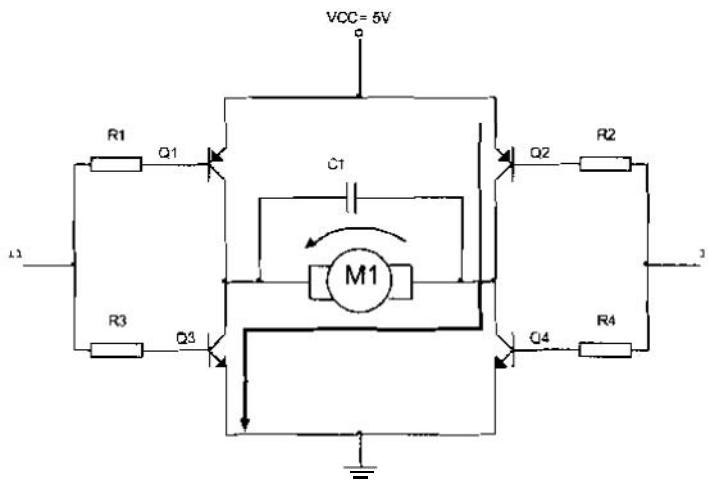

Figura 29-2 Funcionamiento con  $I_1$  a nivel alto e  $I_2$  a nivel bajo
- Cuando el transistor Q2 se enciende, el transistor Q1 se apaga. El resultado es que el terminal de salida Z2 es bajo. La polaridad de la alimentación es la misma que en la figura 29-2.
- Cuando se activa la entrada I1 a nivel alto y la entrada I2 a nivel bajo los transistores Q3 y Q2 (NPN y PNP) entran en saturación simultáneamente, mientras que Q1 y Q4 están en corte por ser de signo contrario (PNP y NPN respectivamente). En estas condiciones el motor gira en un sentido, por ejemplo en el contrario a las agujas del reloj (figura 29-2).